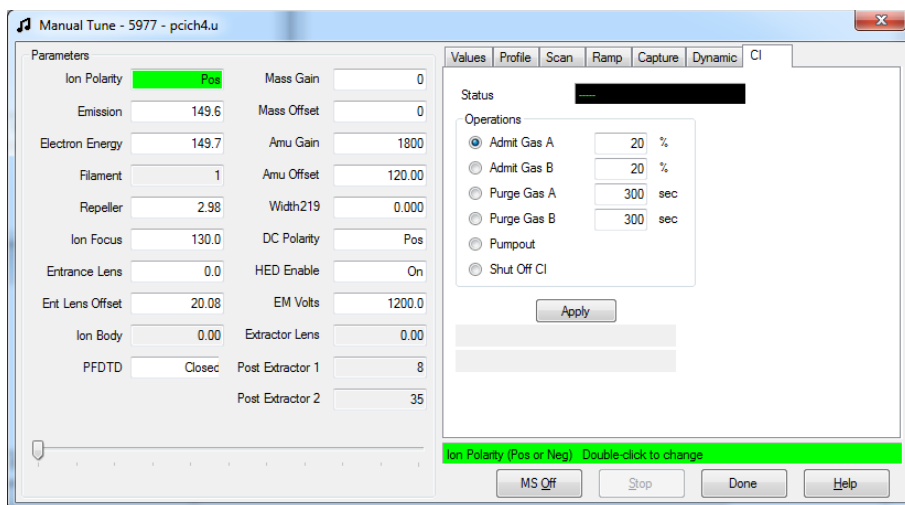

Abbildung 49. Reiter „Manuelles Tuning CI“
- 1 Klicken Sie im Dialog **Manual Tune** (Manuelles Tuning) auf den Reiter **CI**, um Zugriff auf die Parametereinstellungen zur Steuerung des CI-Gasflusses zu erhalten. (Siehe Abbildung 49.)